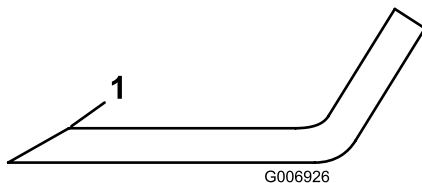

Figura 33
1. Utilice una lima para afilar el filo de corte en ambos extremos de la cuchilla (Figura 33). Mantenga el ángulo original. La cuchilla permanece equilibrada si se retira la misma cantidad de material de ambos bordes de corte.